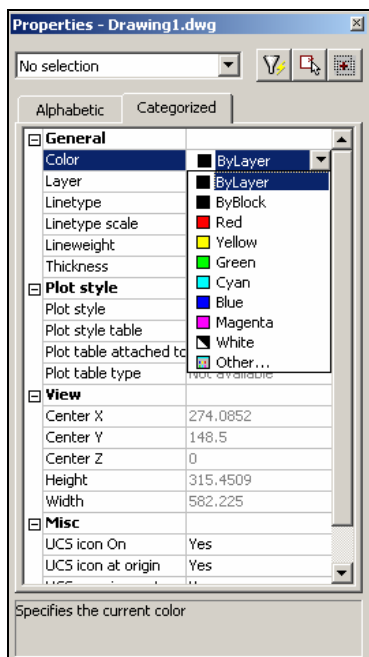

图 7-12 Properties (特性) 对话框
(2) 在图层中使用。AutoCAD 2004 的每个图层可以使用不同的颜色。创建图层时, 需要将颜色设置好, 以后绘制在该图层上的图形对象都是使用该颜色。
(3) 修改颜色。一个已有的图形对象的颜色属性是可以修改的。修改对象的颜色通常在 Properties (特性) 对话框中进行, 如图 7-12 所示。